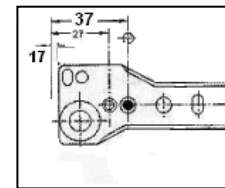

Рис.2 Схема установки роликовых направляющих
- К боковым стойкам №2;3 прикрутить подпятники - Р на саморезы - И и направляющие - Т саморезами - И (рис.2);